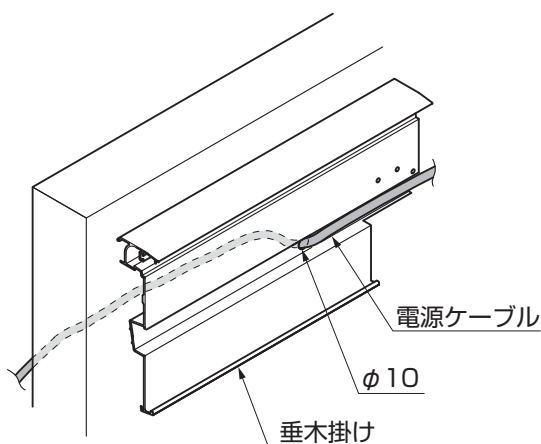

図4-3 LED照明 **オプション** を取付ける場合
- LED照明 **オプション** を取付ける場合は、「5 本体の施工 2.基本仕様の配線工事 **オプション** (1) 上部から配線する場合」または、「5 本体の施工 3.腰壁仕様の配線工事 **オプション** (1) 上部から配線する場合」を参照して電源ケーブルを通す位置の垂木掛けにφ10の穴をあけ、躯体内に配線してください。（図4-3参照）